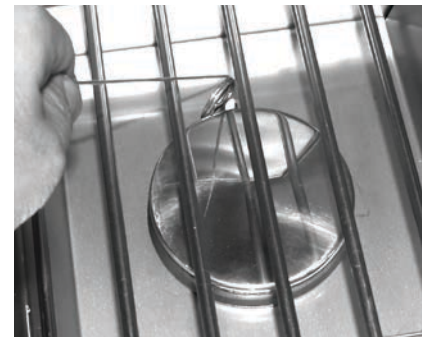

Fig. 28-2 - Éclairage manuel
**ATTENTION:** Attendez toujours cinq (5) minutes le gaz pour se dégager après que n'importe quelle tentative non réussie d'éclairage.
2. Insérez un allumeur brûlant de butane de long-baril, une allumette brûlante de long-tige, ou une allumette brûlante tenue par un support de prolongation de fil par la grille à cuire s'ouvrant au brûleur (fig. 28-2). Tenez la flamme contre le bord du brûleur.
4. Si le brûleur ne se allume pas dans les cinq (5) secondes de tourner le bouton de commande, enfoncez immédiatement le bouton et tournez la valve à AU LOIN. **ATTENDEZ CINQ (5) MINUTES** avant de répéter les étapes 2 à 4 des instructions manuelles d'éclairage.